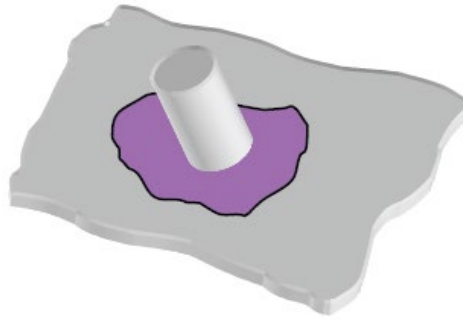

Figura 1.5 – Ponto de conexão
- A conexão entre a blindagem e a linha equipotencial deve ser feita somente utilizando a tela trançada. Muitos cabos também possuem uma lâmina fina de metal (Figura 1.5). Esta lâmina não deve ser usada para a conexão. Ela geralmente é revestida sinteticamente de um lado para melhorar a estabilidade e o revestimento de plástico funciona como isolamento;